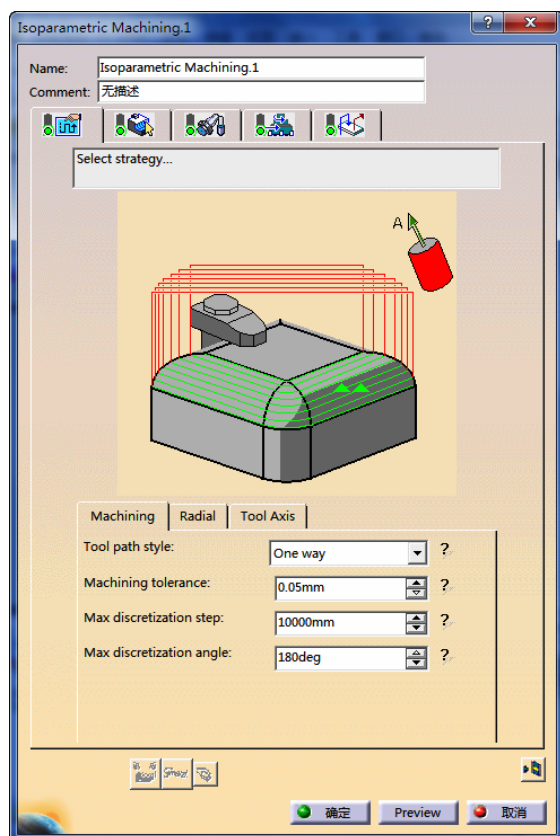

图 5-34 “Machining”选项卡（2）
- 在 “Machining” 选项卡 (2) 的 “Machine tolerance” 文本框中输入 “0.05mm”，如图 5-34 所示。